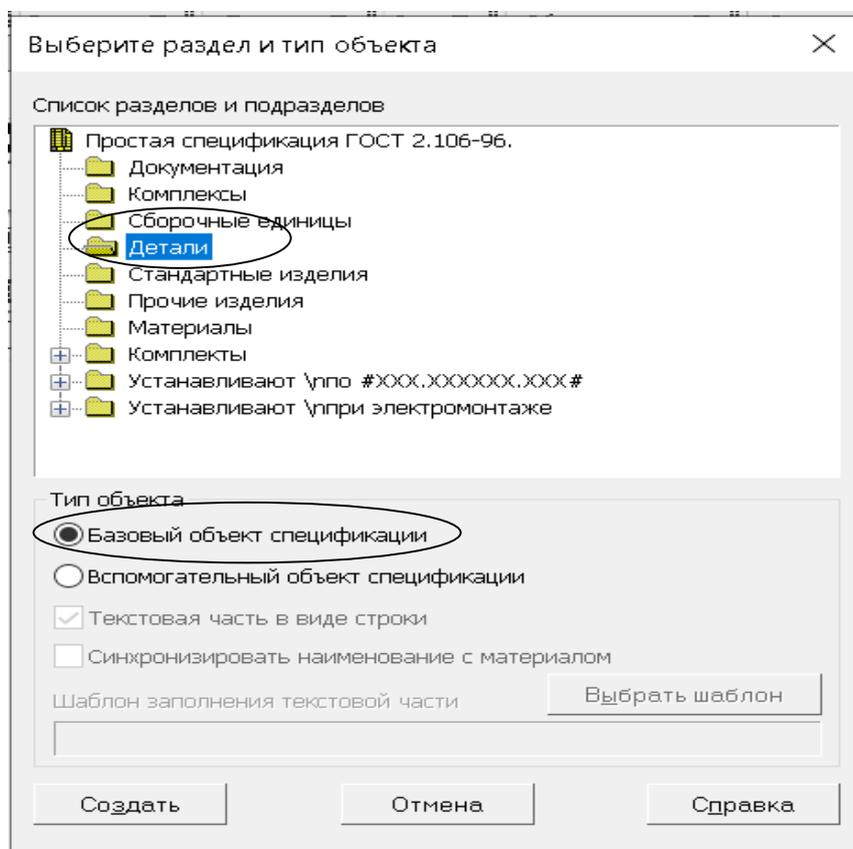

Рисунок 12. – Окно Выберите раздел и тип объекта
- **Тип объекта** – **Базовый объект спецификации** (рисунок 12).